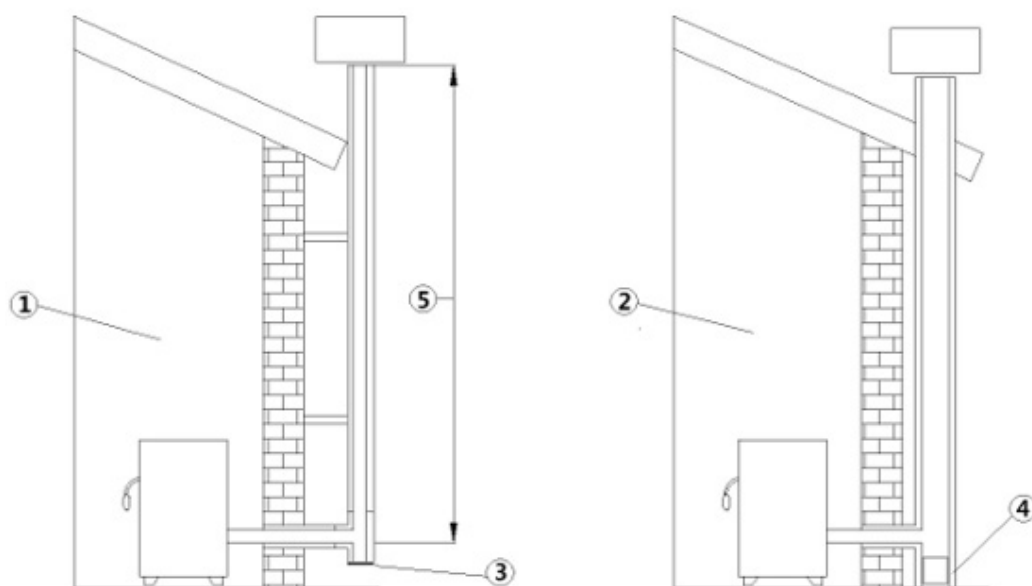

Fig. 2 - Rookkanalen
LEGENDA	Fig. 2
- Het rookkanaal moet enkelvoudig zijn (zie Fig. 2 met geïsoleerde inox-buizen (1) of op een bestaand rookkanaal (2).
- Beide oplossingen moeten een inspectiedop (3) en/of een inspectieluikje (4) bezitten.